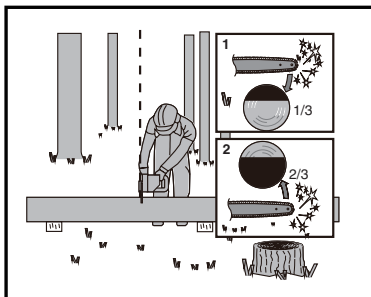

Figura 5
Quando il tronco è supportato da entrambe le estremità, come illustrato nella Figura 5, tagliare 1/3 del diametro dall'alto (soprataglio) (1); Quindi praticare il taglio finale tagliando i 2/3 inferiori per incontrare (2) il primo taglio.